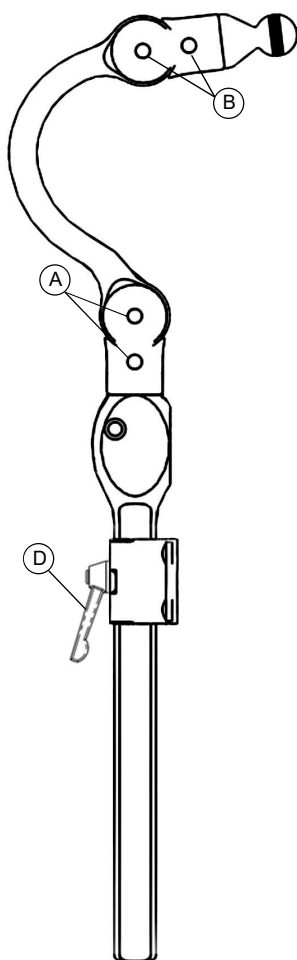
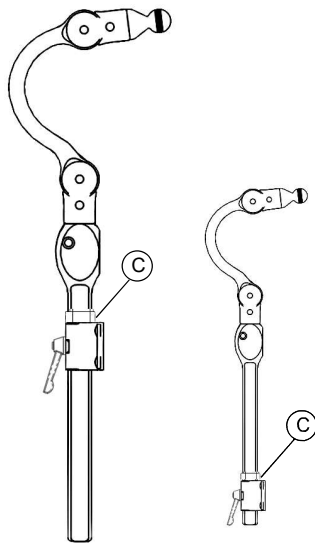

Fig. 1
Fig. 2
1. Verticaal - Maak de hendel (fig. 1, D) los, stel op de juiste hoogte, en doe dan de borgring omlaag (fig 2, C). De verticale stang kan worden gedraaid om extra aanpassing van de hoek van de opbouw van kussens/basisplaat te verkrijgen.
2. Diepte en hoek instelling - Draai stelschroeven los (Fig. 1, A & B) voor instelling van diepte en hoek. Zie de hoekinstelling zoals getoond in afbeelding 3.
1. Verwijder dop van horizontale draaipunt (Fig. 2, B). Steek een schroevendraaier onder de cover en duw deze omhoog en naar buiten. Zie Fig. 1. Steek de pen in de antidraai-borgring (Fig. 1, C) in de gleuf aan bovenzijde van houder (Fig. 1, D) om draaien te voorkomen.